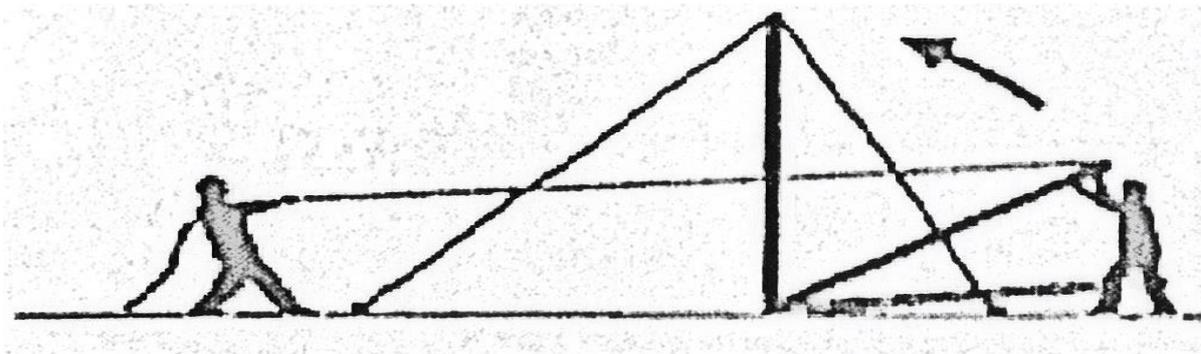

Рисунок 22 – Подъем мачты в вертикальное положение
- один человек поднимает и толкает, а другой тянет к себе канат для растяжки. Когда мачта окажется в вертикальном положении, штифт в основании мачты соскользнет вниз в центральное отверстие опорной плиты (рисунок 22);